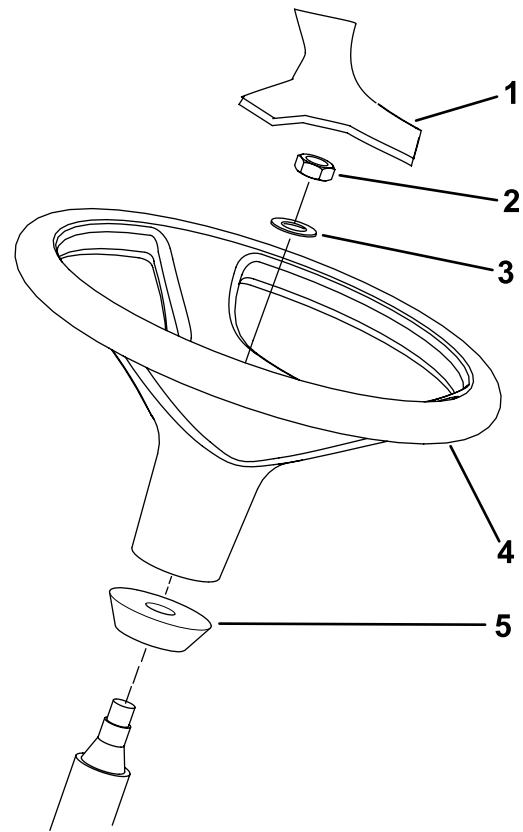

Figure 13
**Remarque:** Vérifiez que la bague en mousse reste bien sur l'arbre de direction (Figure 13).
3. Glissez le volant et la rondelle sur l'arbre de direction (Figure 13).
5. Posez le couvre-moyeu sur le volant (Figure 13)
1. Déposez le volant du support d'expédition (Figure 13).